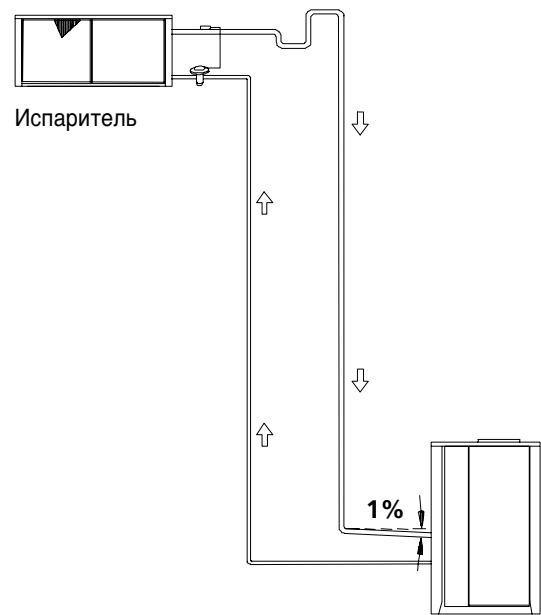

Рис. 9
6.10.3 Секция испарителя выше секции конденсатора (Рис. 9)